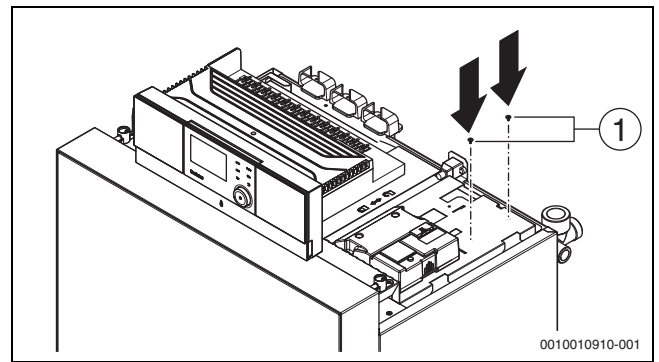

Bild 29 Schrauben eindrehen
- ▶ Zwei Schrauben bis auf 1,5 mm in den Modulträger schrauben (→Bild 29, [1]).